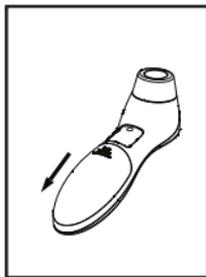

FIGURE 9
2. Faire glisser le couvercle des piles vers le bas, comme illustré à la figure 9.